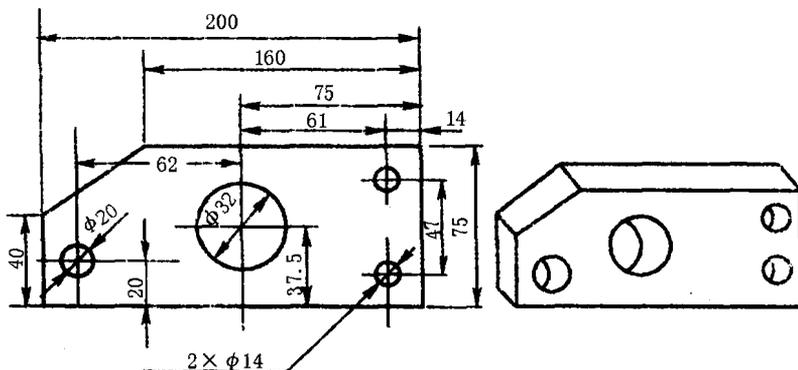

图2-11 以两个相互垂直的平面为划线基准
①以两个相互垂直的平面(或直线)为基准:如图 2-11 所示的零件,其高度方向的尺寸 40、20、37.5、75mm 等是以底面为基准,长度方向的尺寸 200、160、75、14mm 是以右面为基准,因此应以底面和右面两个相互垂直的平面为划线基准。